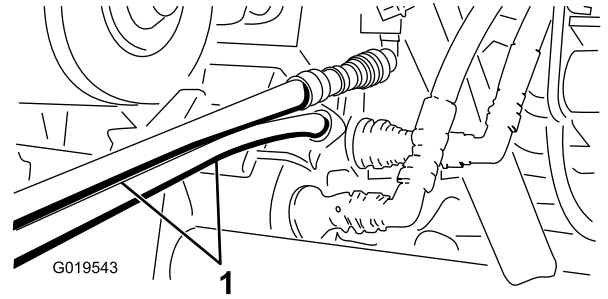

**Figura 72**
3. En la máquina inmovilizada, conecte las dos mangueras de interconexión a las mangueras que fueron desconectadas (Figura 72).